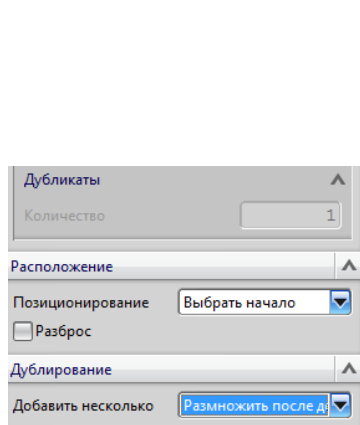

Рис.25
- Если вы после включения какой-либо детали, сразу хотите **размножить её массивом**, вам придется обратиться в поле «Дублирование», и в окошке «Добавить несколько» выбрать опцию «**Размножить после добавления**» (рис.25).